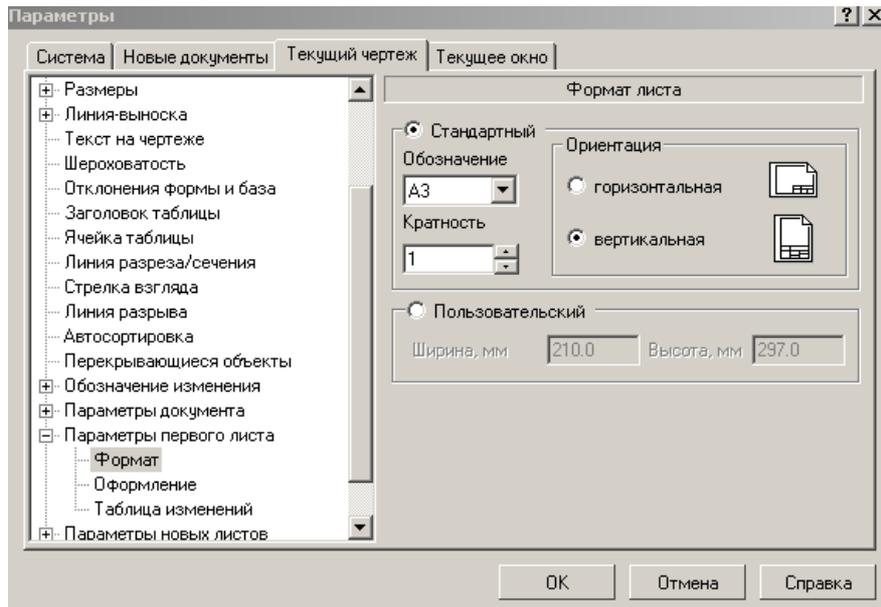

Рис. 22
- **Выберите формат А3. Для этого в меню: *Сервис – Параметры – Текущий чертеж – Параметры первого листа – Формат – А3, горизонтально – ОК. Показать все*** , рис. 22.